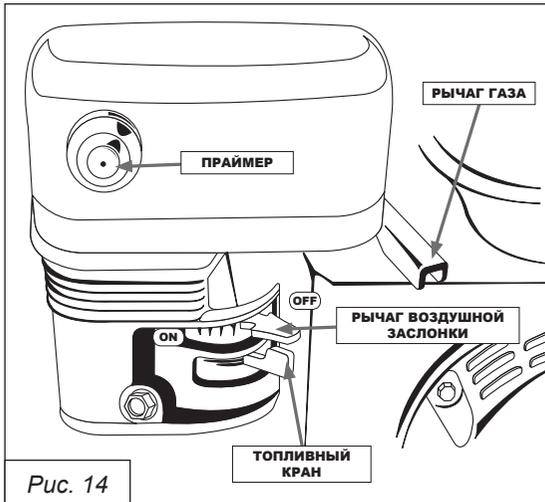

Рис. 14
Рычаг закрывает воздушную заслонку карбюратора и способствует запуску двигателя (рис. 14).
Праймер - насос предварительной подачи топлива, предназначен для облегчения запуска двигателя при отрицательных температурах. Используется только для запуска холодного двигателя (рис. 14).
Рычаг управления дроссельной заслонкой расположен на двигателе. Предназначен для регулировки оборотов двигателя (рис. 14).
4. Поверните ручку управления воздушной заслонкой в положение «ON» (холодный старт двигателя) (рис. 14).
5. Нажмите праймер два-три раза при холодном двигателе, убедившись, что при нажатии Вы перекрываете отверстие в центре (рис. 14).